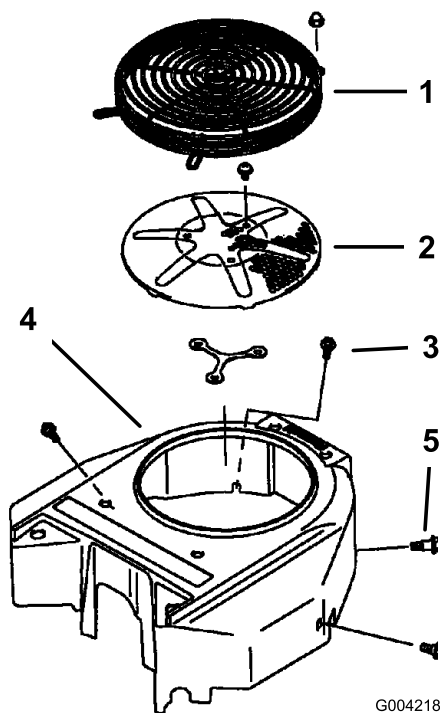

Figure 68
Avant chaque utilisation, enlevez l'herbe, les saletés et autres débris éventuellement accumulés sur la grille du moteur. Cela permet d'assurer un refroidissement et un régime moteur correct, et réduit les risques de surchauffe et de dégâts mécaniques du moteur (Figure 68).
3. Retirez la grille d'entrée d'air, le lanceur et le boîtier du ventilateur (Figure 68).
5. Remettez la grille d'entrée d'air, le lanceur et le boîtier du ventilateur (Figure 68).